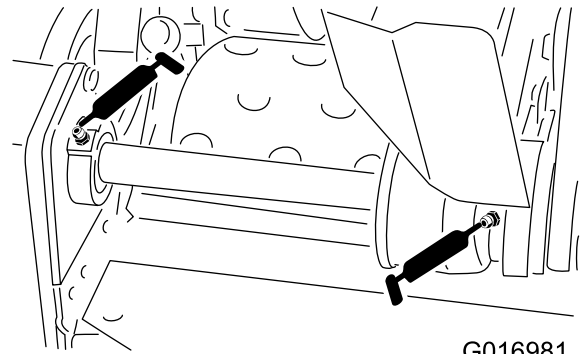

Figura 20
- 2 sui cuscinetti del contralbero del cilindro (Figura 20).